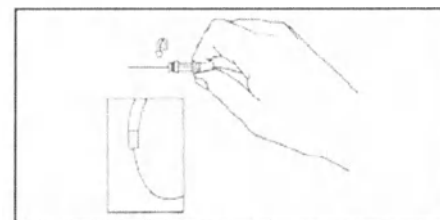

Рисунок 4
**Этап 3.** Если петля все еще имеется, повернуть проводник на пол-оборота в противоположном направлении (против часовой стрелки) и снова оценить наличие или отсутствие петли (см. рисунок 4).